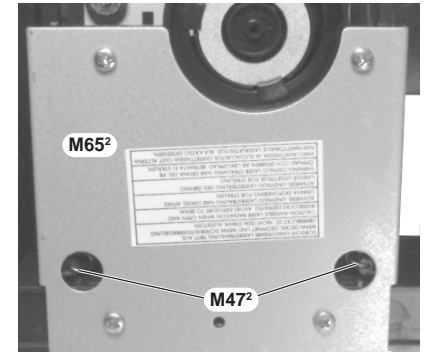

Fig. 18
- Die beiden Federn M47² (Fig. 18) aushängen. Das Ausbauen der Metallplatte M65² erleichtert das Einhängen der Federn M47² (Fig. 18).
- Detach the two springs M47² (Fig. 18). The springs M47² can be attached easier when removing the metal plate M65² (Fig. 18).